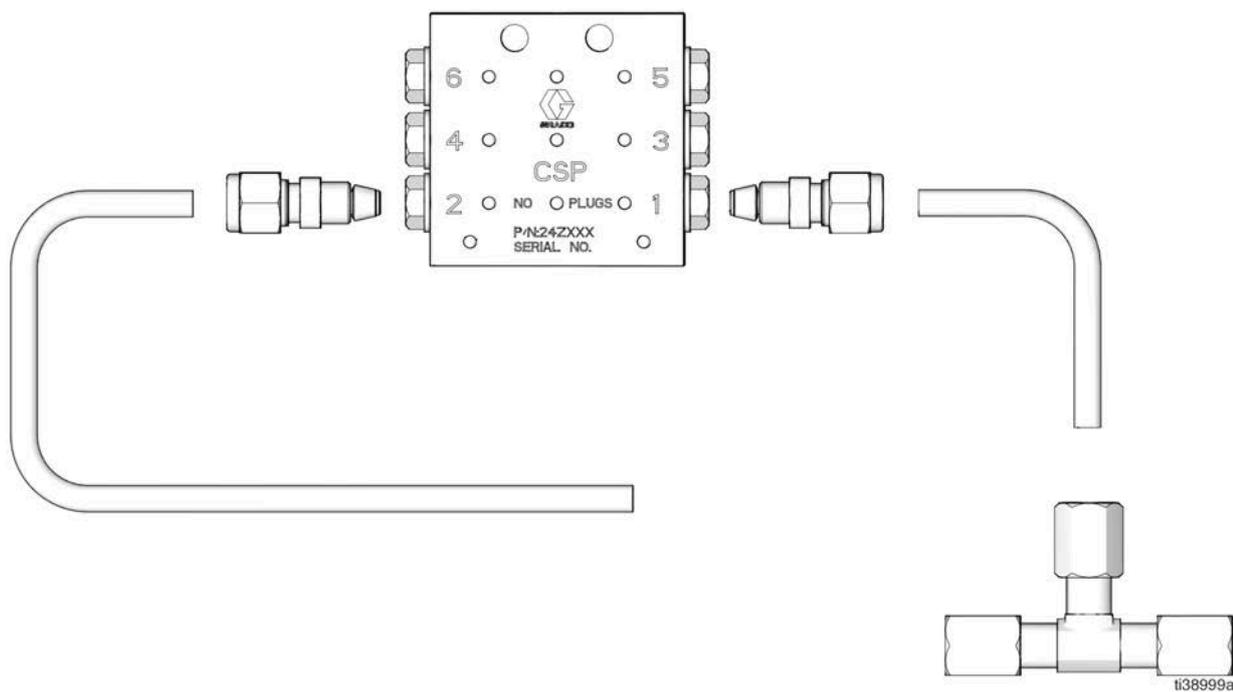

ABB. 16
- HINWEIS:** Wird nur verwendet für CSP-Ventilauslassnummer 1 und 2 (Siehe ABB. 16, Seite 16).